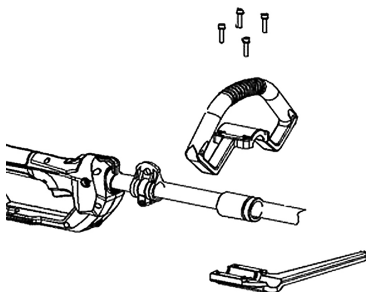

Рис. 4 Установка рукоятки
4. Установите в рабочее положение и закрепите винтами рабочую рукоятку (Рис. 4).